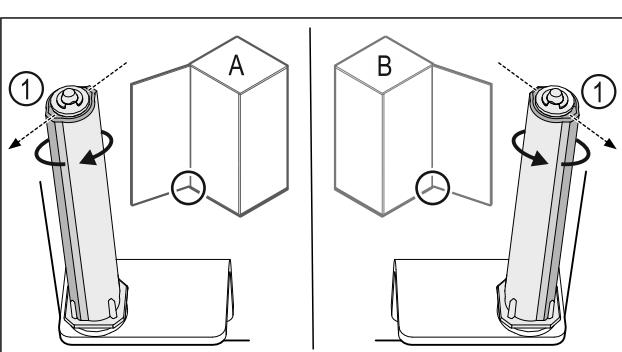

Fig. 30 Linksanschlag (A) / Rechtsanschlag (B)
► Schließsystem gegen den Widerstand drehen, bis der Steg des Schließsystems Fig. 30 (1) nach außen zeigt.